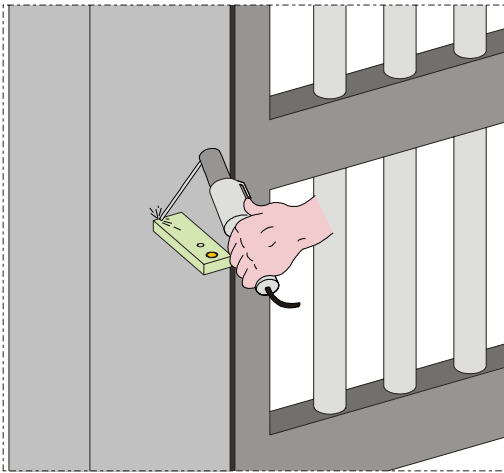
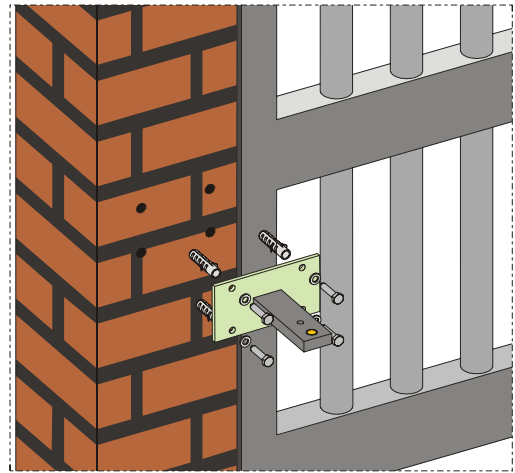

Abb. 6
Abb. 7
- 1) Den hinteren Bügel an der zuvor bestimmten Position befestigen. Bei einem Eisenpfosten den Bügel fest direkt an den Pfosten anschweißen (Abb. 6). Bei einem Pfosten aus Mauerwerk, die entsprechende Platte (Extra) zur Befestigung verwenden und anschrauben (Abb. 7), unter Verwendung entsprechender Befestigungssysteme. Dann den Bügel sorgsam am Pfosten festschweißen.